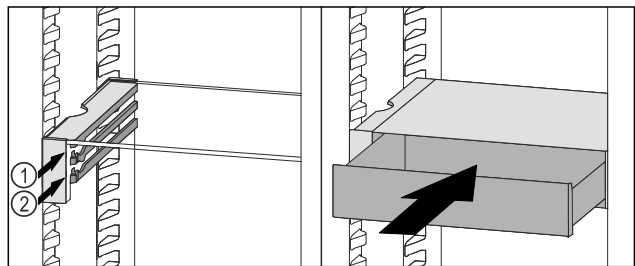

Fig. 103
- ▶ Coloque el cajón VarioSafe en la nervadura deseada Fig. 103 (1) o Fig. 103 (2) detrás de los topes.